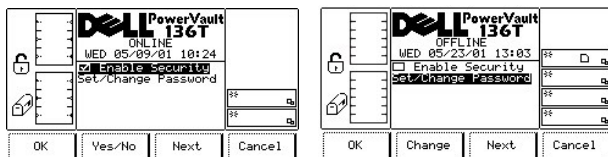

図 77. Setup > Utils > Secure ダイアログ
Secure を選択すると、保護ダイアログがデフォルト設定で表示されます。図 77 を参照してください。このオプションによって、ユーザーはオペレーターパネル セキュリティを構成し、使用できるようにしたりできないようにすることができます。
- 1 **Enable Security** がアクティブなフィールドで黒く表示されている場合、図 77 を参照してください。
- 1 **Set/Change Password** がアクティブなフィールドとして黒く表示されている場合、Yes/No ソフトキーは Change ソフトキーに変わります。図 77 を参照してください。
- o **Next** ソフトキーの下にあるボタンを押すと、次のフィールドである Enable Security がアクティブなフィールドになります。図 77 を参照してください。
Set/Change Password は、現在アクティブなフィールドで黒く表示されています。図 77 を参照してください。Change ソフトキーの下にあるボタンを押すと、OK が選択され、パスワードの変更ダイアログが表示されます。